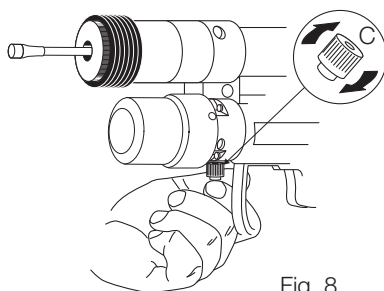

Fig. 8
2. Capovolgere il dado di protezione ed avvitarlo (mediante l'apposito foro filettato) al dispositivo di ritorno d'emergenza (C) come indicato nella Fig. 8.